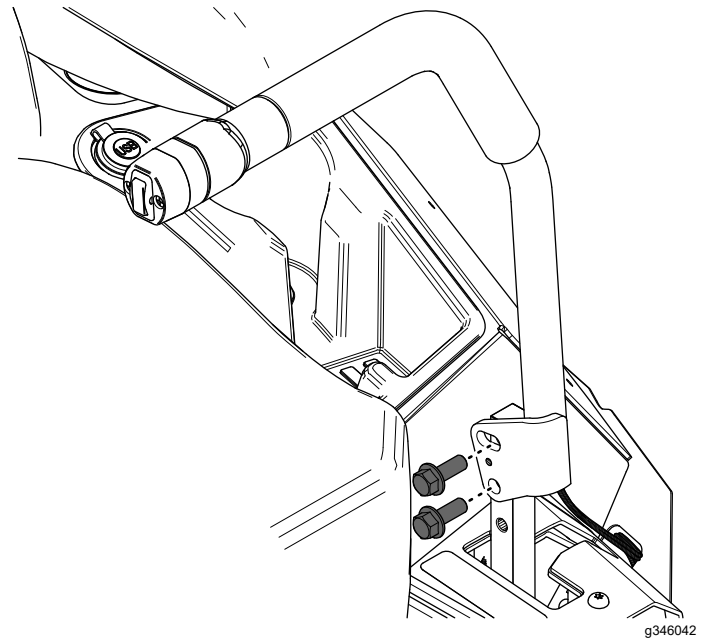

Figure 7
- Fixez le nouveau levier de commande de déplacement gauche à l'aide des 2 boulons à embase ($\frac{3}{8}$ " x 1") retirés précédemment, comme à la Figure 7.